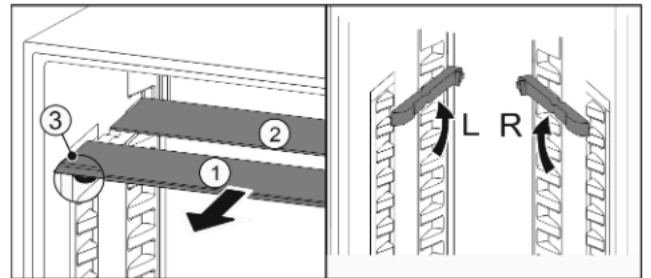

Fig. 23
- estrarre i ripiani di vetro singolarmente tirando in avanti Fig. 23 (1).
- ▷ Il piano in vetro Fig. 23 (1) con il motivo ornamentale è nella parte anteriore.
- ▷ I fermi Fig. 23 (3) sono rivolti verso il basso.